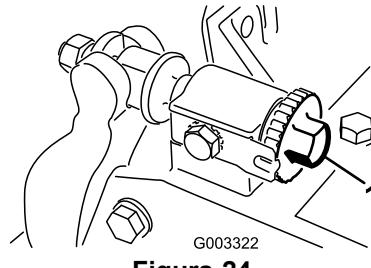

Figura 24
1. Desperte o contacto do cilindro na lâmina rodando os parafusos de ajuste da lâmina (Figura 24) no sentido contrário ao dos ponteiros do relógio até que não exista contacto.